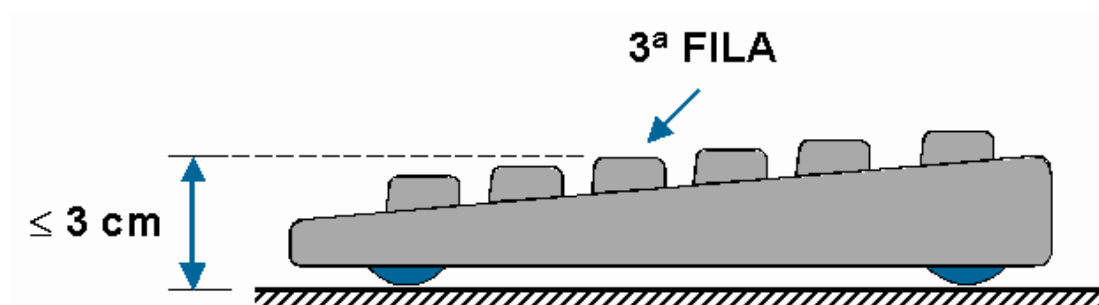

Figura 11
- Algunas características del teclado, como su altura, grosor e inclinación, pueden influir en la adopción de posturas incorrectas y propiciar los trastornos musculoesqueléticos. (Figura 11).